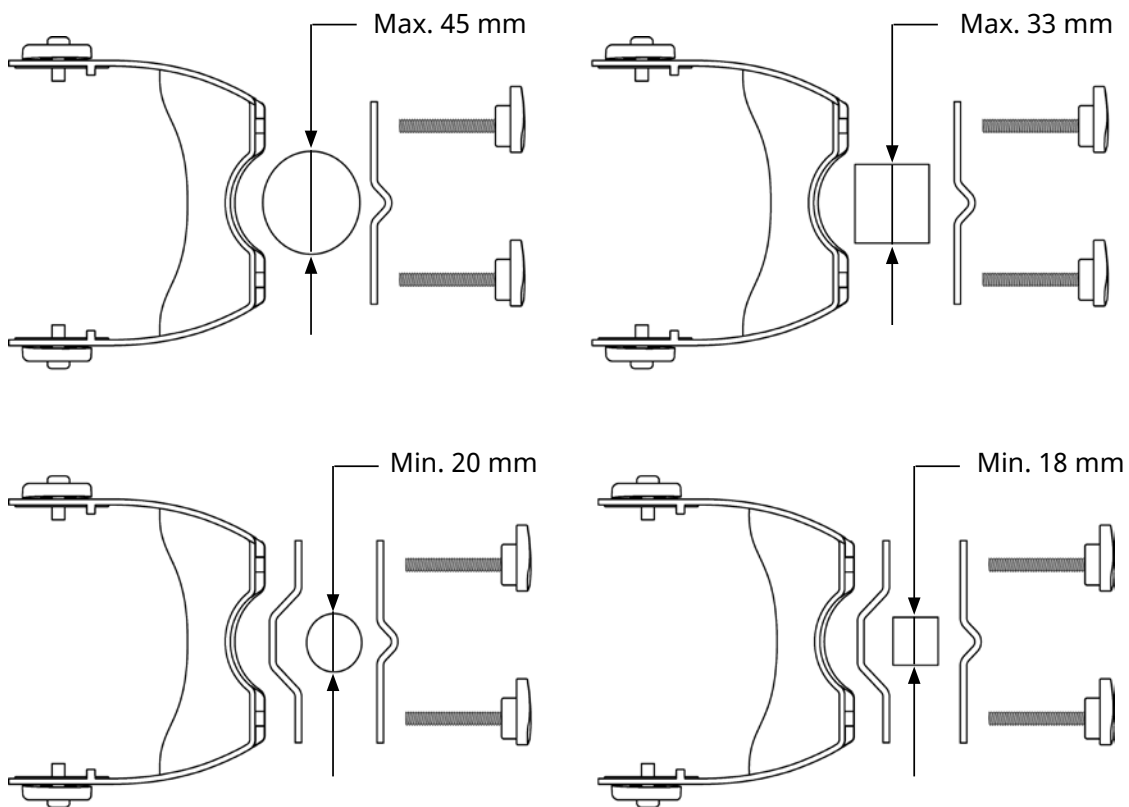

Fig.8: INSP
Varmeren kan festes til en stang eller til spilene på en parasoll med parasollklemmen INSP (tilbehør). Klemmen kan festes på en rund stang/spile med en diameter på 20–45 mm, eller på en firkantet med sider på 18–33 mm. Forsikre deg om at stangen er stabil og solid før du fester apparatet. Monteringsalternativene vises i fig. 8.
1. Kontroller om den innvendige klemmen er nødvendig, se fig. 8.